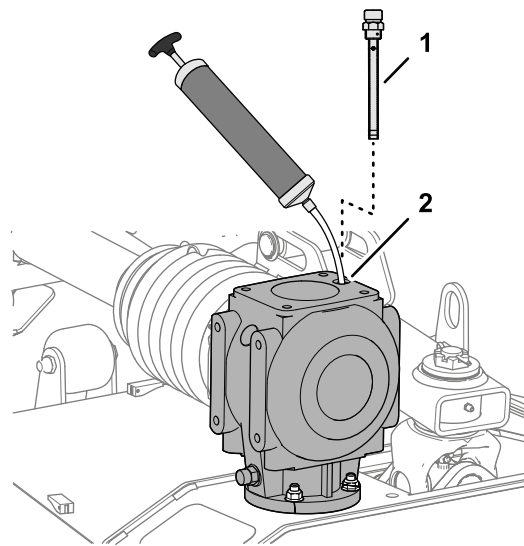

図 62
1. ギアボックスの上部についているディップスティックを抜き取る 図 62。
2. ディップスティックポートから、小型ポンプでギアボックスのオイルを抜き取る 図 62。